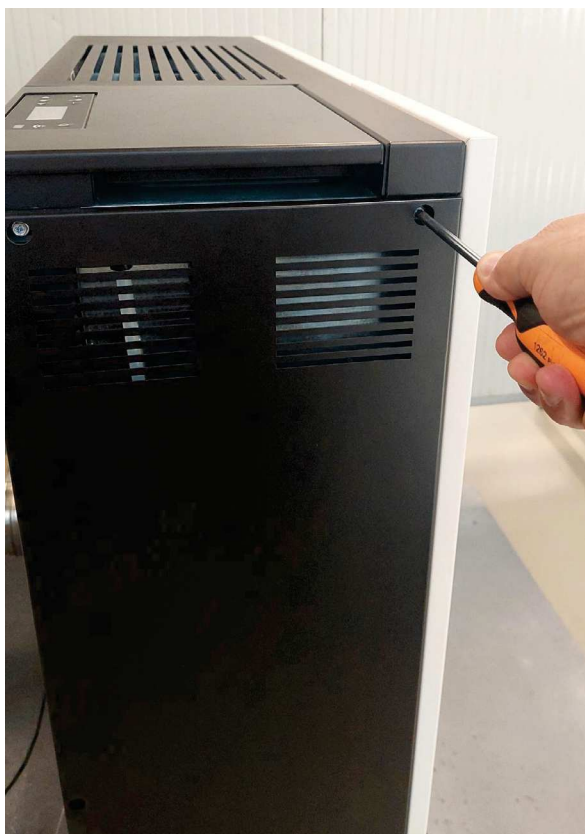

Fig. 33 -.
- Dévissez les 4 vis du panneau latéral (voir **Fig. 33**).